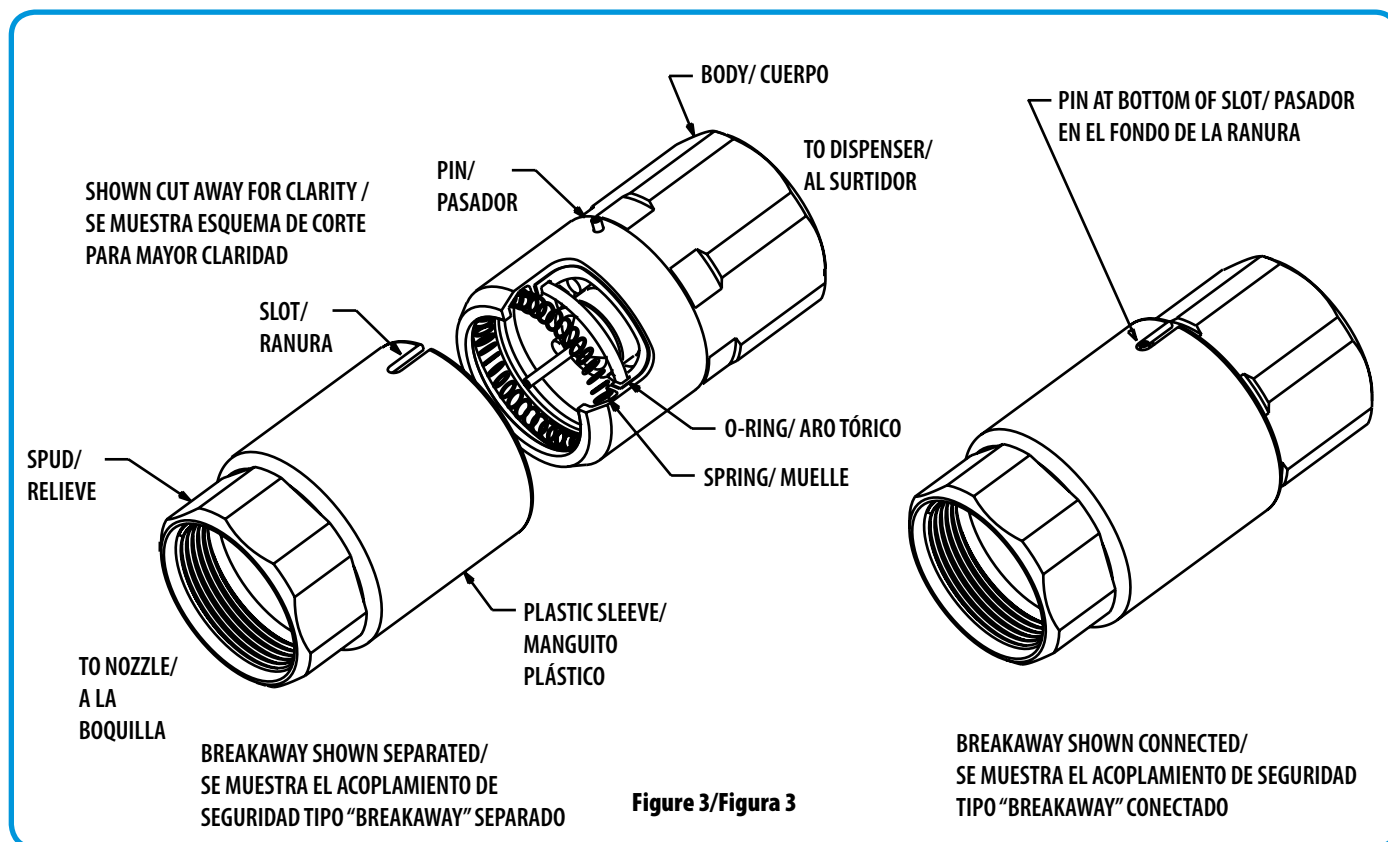

Figure 4/Figura 4
- Use a ratchet style one-handed bar clamp such as Bessey part number DU030-8 (Grainger part number 6XE60) or equivalent to compress the two halves together (see FIG 4).
- Utilice una abrazadera de barra de tipo trinquete, de uso con una mano, tal como el número de pieza de Bessey DU030-8 (número de pieza de Grainger 6XE60) o equivalente para comprimir las dos mitades entre sí (consulte la FIG. 4).